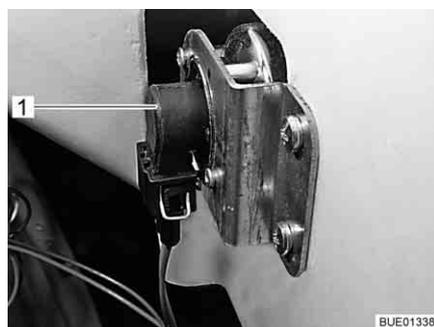

Bild 266 Fahrtrichtungsanzeiger
- Hinter den Lampenhalter (Bild 266,1) greifen.
- Hinter den Lampenhalter (Bild 266, 1) greifen.